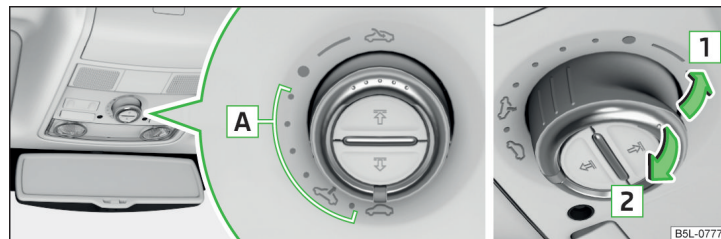

Fig. 40 Operarea trapei glisante/rabatabile
Operarea trapei glisante/rabatabile » fig. 40
Dacă trapa glisantă/rabatabilă se închide prin tragerea de locașul comutatorului în sensul săgeții 2 » fig. 40 la pagina 57 și procesul de închidere este împiedicat de un obstacol, la a treia încercare se închidere se va dezactiva limitarea forței (dacă intervalul dintre încercările de închidere va fi sub 5 s). Trapa glisantă/rabatabilă se închide cu forța maximă - există pericolul de accidentare.
- ▶ Cuplați contactul și aduceți comutatorul în poziția ⇐ » fig. 40 la pagina 57.